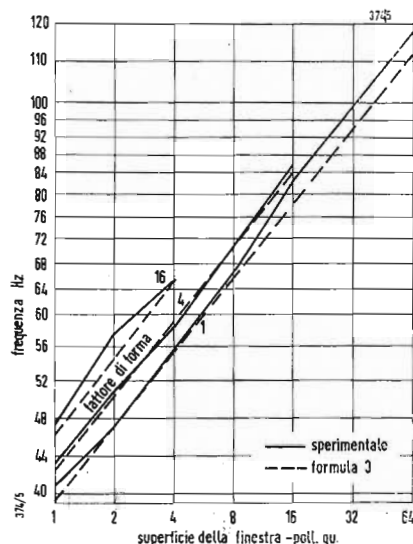

Fig. 3
La fig. 3 illustra la relazione fra l'area della finestra e la frequenza di risonanza.
che nella fig. 3 è rappresentata da una linea tratteggiata che si avvicina molto alla linea continua corrispondente alle misure ottenute in pratica con una finestra quadrata (fattore di forma = 1). Le altre due coppie di linee rappresentano i valori calcolati teoricamente e misurati in pratica per i fattori di forma 4 e 16. La corrispondenza fra valori calcolati e misurati è molto buona e ciò è una conferma della validità della formula (2), compresa l'ipotesi $L = 0$.
Le linee tratteggiate della fig. 3 sono state calcolate in base alla formula (3).
◀ Fig. 3